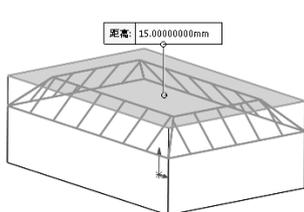

图 3-36
- “等距面”类型：该类型是通过偏移选定边线旁边的面求解等距面倒角的。如图 3-36 所示，可以选择某一个面创建等距偏移。